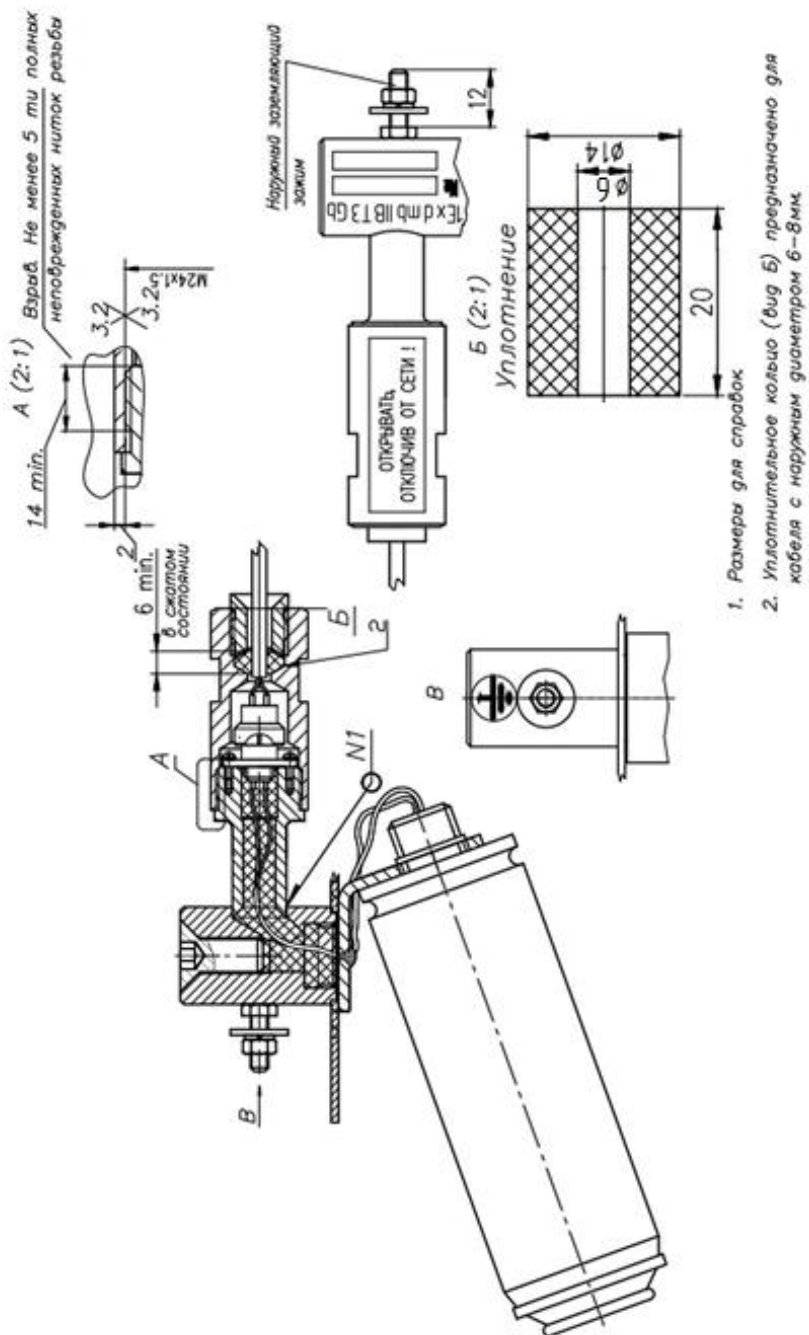

Рис. 3 – Чертеж средств взрывозащиты МПП «Гарант-5-В3».
4.2 Взрывозащищенность МПП (см. рисунок 3) достигается за счет следующих технических и организационных мер: